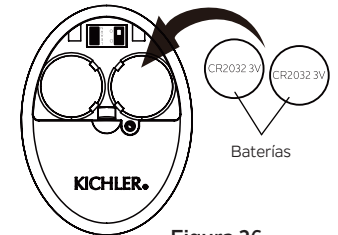

Figura 26
Paso 3. Para que el ventilador funcione, instale dos baterías CR2032 de 3 V (incluidas). (Figura 26)